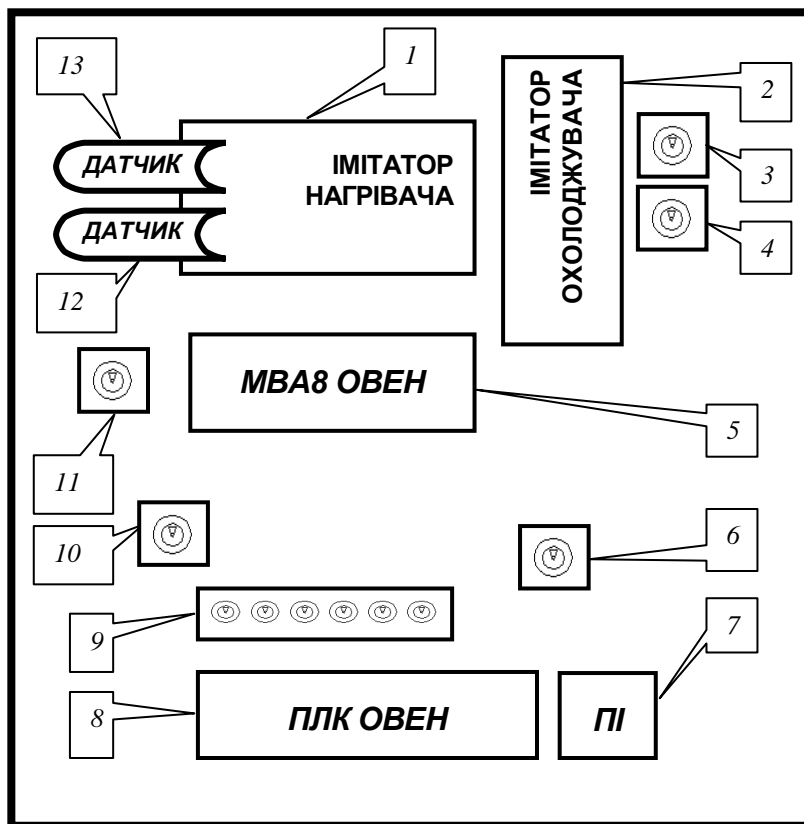

Рисунок 5.1 – Загальний вигляд стенда
Загальний вигляд стенда поданий на рис. 5.1, де виносками позначені: 1 – імітатор нагрівача; 2 – імітатор охолоджувача; 3 – імітатор аналогового сигналу (U~); 4 – імітатор аналогового сигналу (R~); 5 – модуль; 6 – імітатор аналогового сигналу для ПЛК (R~); 7 – перетворювач інтерфейсу; 8 – ПЛК; 9 – імітатор дискретних сигналів для ПЛК; 10 – імітатор дискретних сигналів для модуля; 11 – клавіша вмикавання загального живлення стенда; 12, 13 – датчики температури. Нижче наданий опис елементів стенда:
12. Датчики температури (рис. 5.1, поз. *12* та *13*) – термометр опору та термопара. Тип та модель датчиків вказані на бирці.